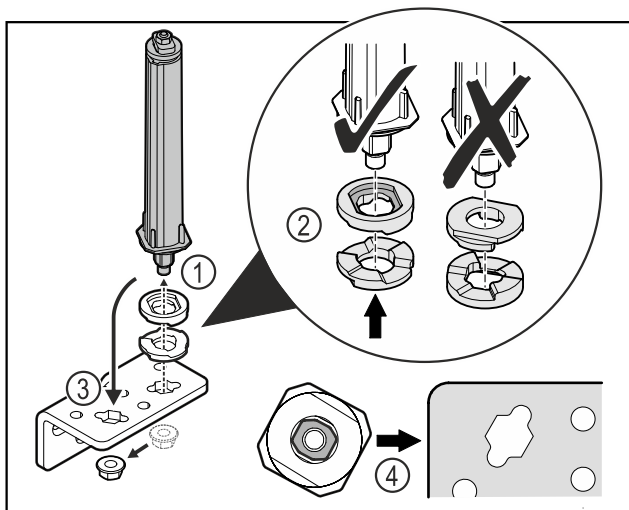

Fig. 16
- ▶ Отпустите гайку и демонтируйте систему закрытия двери Fig. 16 (1).
- ▶ Учитывайте правильность выравнивания шайб для регулировки высоты Fig. 16 (2).
- ▶ Переставьте систему закрытия двери в шарнирном уголке и зафиксируйте гайкой Fig. 16 (3).
- ▶ При установке учитывайте правильность выравнивания системы закрытия двери Fig. 16 (4).